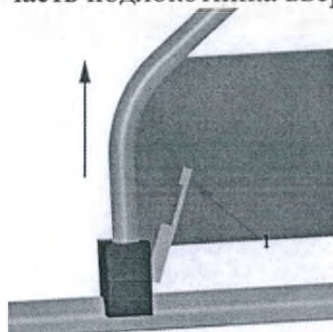

Рис.1.6
5.4.4 Кресла оснащены откидными подлокотниками, имеющими мягкие накладки на поручнях. Для откидывания подлокотника, зажмите флажок (поз.1, рис.1.6) и поднимите переднюю часть подлокотника вверх.